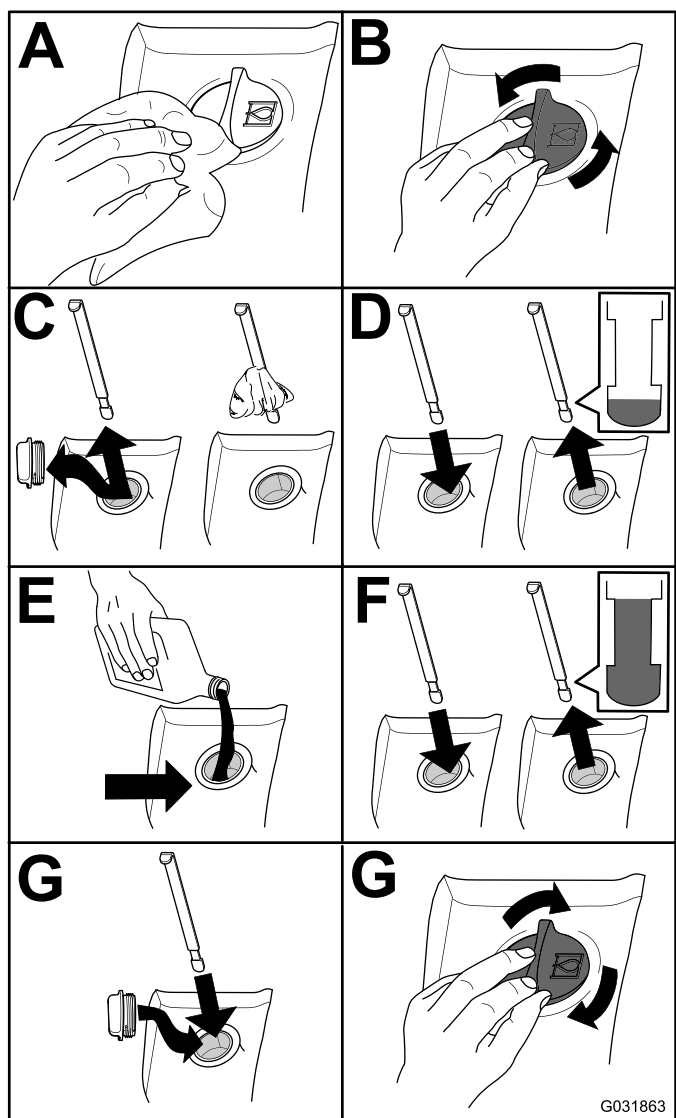

Figura 117
2. Compruebe el nivel de fluido hidráulico (Figura 117).